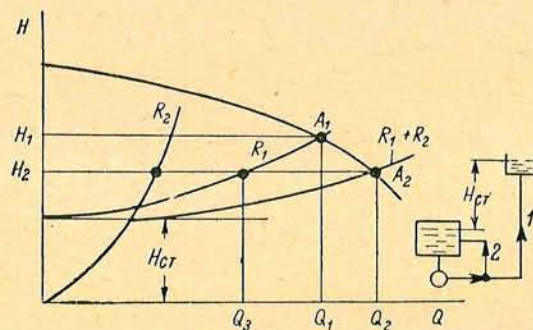

Рис. 56. Регулирование производительности перепуском.
**Регулирование перепуском.** При этом способе регулирования требуемая в сети производительность достигается за счет перепуска из напорной линии в источник приема части полной производительности, обеспечиваемой насосом (рис. 56). При включении в сеть параллельно основной линии 1 добавочной 2 характеристика сети будет уже не  $R_1$ , а  $R_1 + R_2$ , и вместо рабочей точки  $A_1$  появится новая рабочая точка  $A_2$ . Напор при этом снизится с  $H_1$  до  $H_2$ , а производительность насоса возрастет с  $Q_1$  до  $Q_2$ ; однако уменьшение напора насоса, естественно, вызывает уменьшение расхода жидкости через основную линию 1 от  $Q_1$  до требуемой  $Q_3$ .